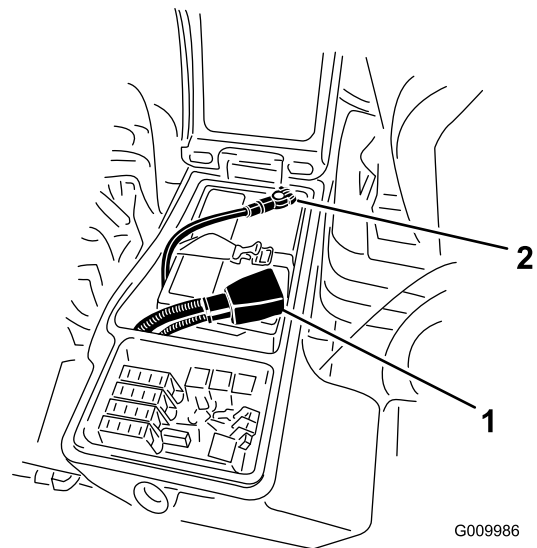

Figure 50
6. Branchez le câble positif (rouge) de la batterie à la borne positive (+) et le câble négatif (noir) à la borne négative (-) (Figure 50).